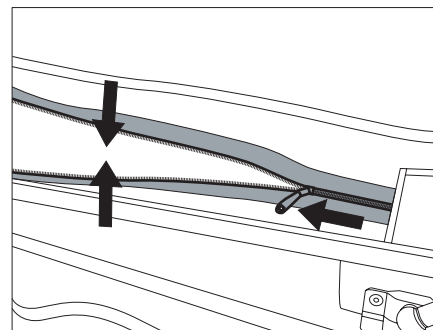

Fig. 39 Descargar la cremallera
- ▶ Al cerrar la cremallera, tirar del techo elevable hacia abajo para que la cremallera no esté bajo tensión (Fig. 39).
- ▶ Tire del techo elevable un poco hacia abajo y cierre la cremallera (Fig. 39).